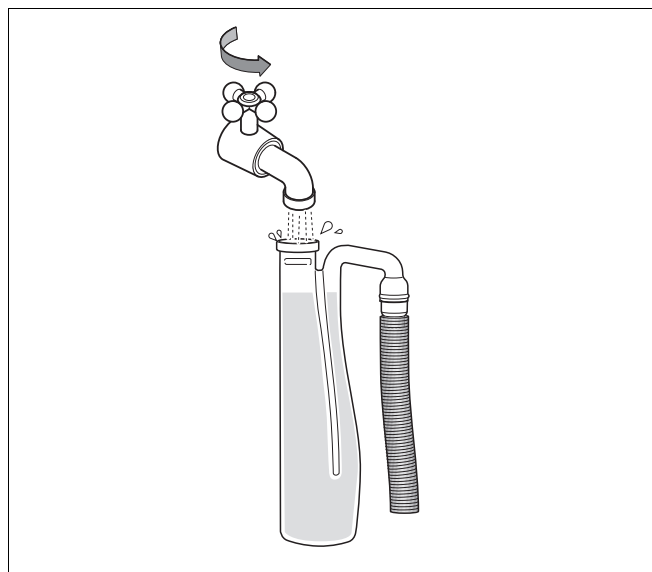

Рис. 71 Заполнение сифона водой
- Налить в сифон примерно один литр воды (рис. 71) и снова установить сифон на место.